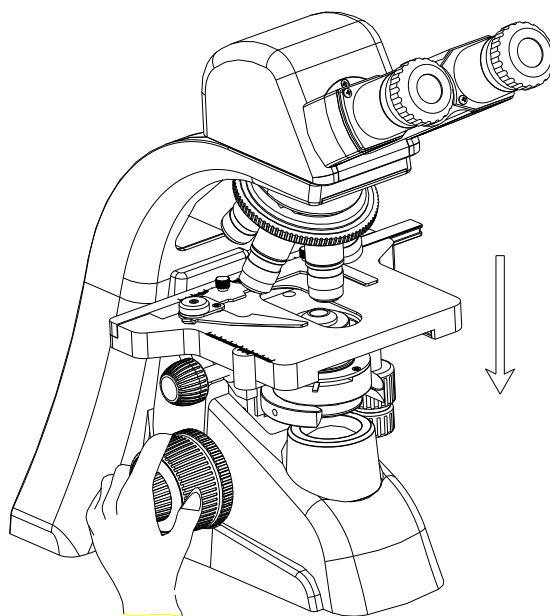

图 7 旋转粗调手轮，降低载物台
5.3 通过目镜（19）进行观察，慢慢旋转粗调手轮（10），降低载物台。当样品像出现时停止旋转（见图 7）。此步骤中旋转粗调手轮进行调焦时，确认旋转